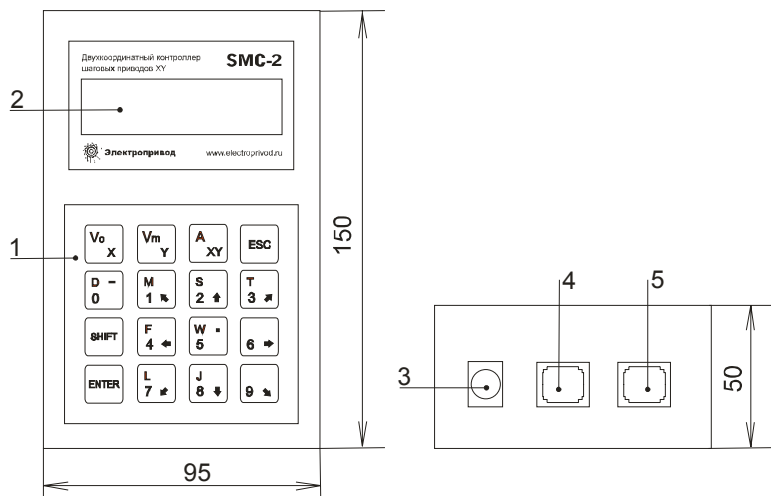

Рис. 1
Контроллер выполнен в пластмассовом корпусе и снабжен клавиатурой с 16-ю кнопками (1), двустрочным жидкокристаллическим дисплеем (2), разъемом для подключения питания (3), разъемом управляющих сигналов канала X (4) и разъемом управляющих сигналов канала Y (5) – рис.1.
1. Подключите кабели выходных линий управления к разъемам 4 и 5 (рис.1).
3. Подключите источник питания к разъему 3 контроллера - рис.1